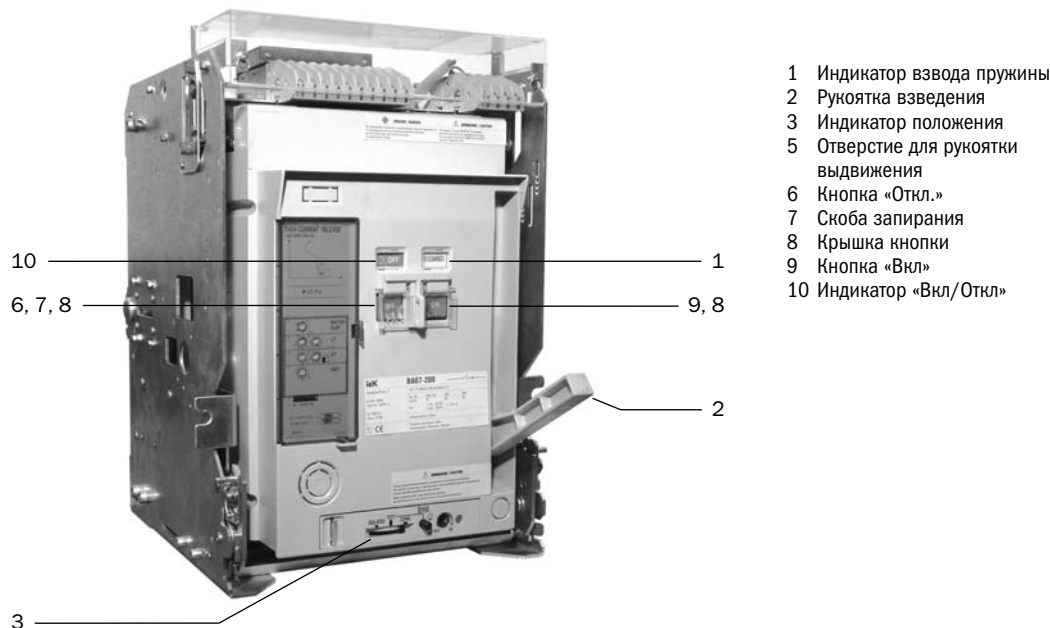

Рисунок 17. Операция ручного взведения
Качайте рукоятку взведения 2 (Рис. 17) до тех пор, пока индикатор взвода пружины 1 (Рис. 17) покажет «Заряжено/CHARGED». Качание ручки взведения 10-13 раз на полный диапазон хода ручки полностью взведет пружину.
Когда индикатор взвода пружины 1 (Рис. 17), изменяясь, указывает на «Разряжено /DISCHARGED», и одновременно рабочее напряжение определенной величины подается на контакты 2 и 22 (Рис. 14) блока управления, включается электропривод и начинается операция взведения замыкающей пружины. После завершения операции взведения, индикатор взвода пружины показывает «Заряжено». Затем электропривод автоматически выключается. Период времени, необходимый для выполнения операции зарядки зависит от величины рабочего напряжения или от типа ВА, но не превышает 10 секунд.
- 1) Индикатор взвода пружины 1 (Рис. 17) показывает «Заряжено».
- 2) Индикатор положения 3 (Рис. 17) показывает «ПОДКЛЮЧЕН», «ТЕСТ» или «ИЗОЛИРОВАНО» (положение соответствующее не полностью включенному режиму недопустимо).
- 3) Рукоятка выдвижения извлечена из отверстия в корпусе 5 (Рис. 17).
- 4) Кнопка «Откл» 6 (Рис. 17) не заблокирована с помощью скобы запираания 7 (Рис. 17).
Откройте крышку кнопки «Вкл» 8 (Рис. 17) и нажмите кнопку «Вкл» 9 (Рис. 17). Главные контакты ВА замкнутся с характерным звуком. Индикатор «Вкл/Откл» 10 (Рис. 17) покажет «Вкл» и индикатор взвода пружины 1 (Рис. 17) покажет «РАЗРЯЖЕНО».
ВА замкнутся с характерным звуком. Индикатор «Вкл/ Откл» 10 (Рис. 17) покажет «Вкл», индикатор взвода пружины 1 (Рис. 17) покажет «РАЗРЯЖЕНО» и электропривод начнет выполнение операции взвода замыкающих пружин.
Откройте крышку кнопки «Откл» 8 (Рис. 17) и нажмите кнопку «Откл» 6 (Рис. 17). Главные контакты ВА разомкнутся с характерным звуком. Индикатор «Вкл/Откл» 10 (Рис. 17) покажет «Откл».
Нажмите внешнюю кнопку «Откл» (Рис.14). Независимый расцепитель РН07(SHT) или минимальный расцепитель РМ07 (UVT) (Рис. 14) будут приведены в действие, и ВА разомкнет цепь главных контактов с характерным звуком. Индикатор «Вкл/Откл» 10 (Рис. 17) покажет «Откл».